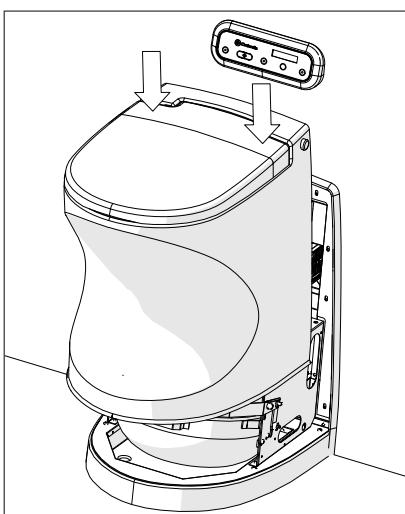

Bild 7
10. Sänk ner toaletthöljet genom att trycka med båda händerna bak till på toalettlockets ovansida (bild 7). Se till att ramen (den vita listen) omsluter höljets kant.